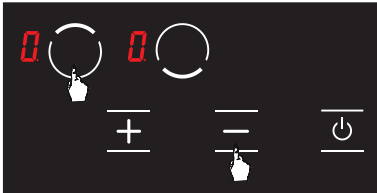

Abbildung 21
2. Berühren Sie die Auswahltaste (**0**) für die obere linke Kochplatte und die Minustaste (**-**) gleichzeitig, (siehe Abb. 21) Dabei ertönt ein kurzer Signalton. Danach werden die Finger vom Bedienfeld des Herds entfernt.